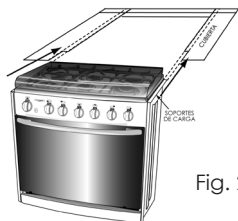

Fig. 2
6. Cargue la estufa y descanse los soportes de carga de la misma en la orilla del corte de la cubierta, deslice la estufa hacia atrás hasta el fondo (Fig. 2).